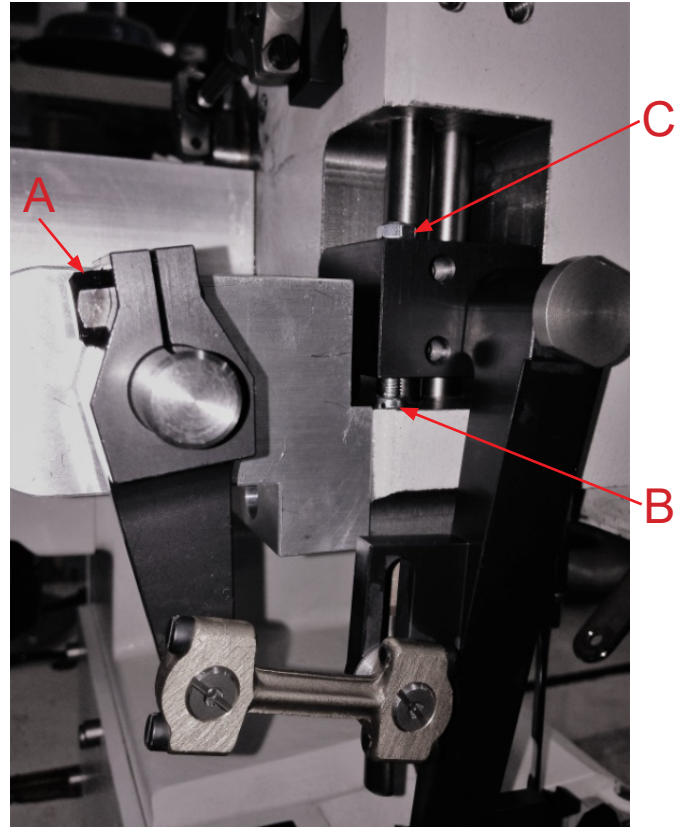

Fig. 2
Loosen screw (A, Fig. 2) and set the teeth of the upper feed intermittently to the middle of the tooth gaps of the lower feed.
Then adjust the height of the upper feed with the setting screw (B, Fig. 2) so low the teeth do not touch.
Lock nut (C, Fig. 2). Slightly tighten screw (A, Fig. 2).
Dazu Schraube (A, Fig. 2) lösen und die Zähne des Obertransports über die Zahnücken des Untertransports stellen.
Dann die Höhe des Obertransports mit der Stellschraube (B, Fig. 2) so tief stellen, dass sich die Zähne nicht berühren.
Mit Mutter (C, Fig. 2) kontern. Schraube (A, Fig. 2) leicht anziehen.
3. Loosen screw (A, Fig. 2) and set the upper feed to center position of presser foot slots.
3. Schraube (A, Fig. 2) lösen und Obertransport im Drückerfußfenster in Transportrichtung zentrieren.